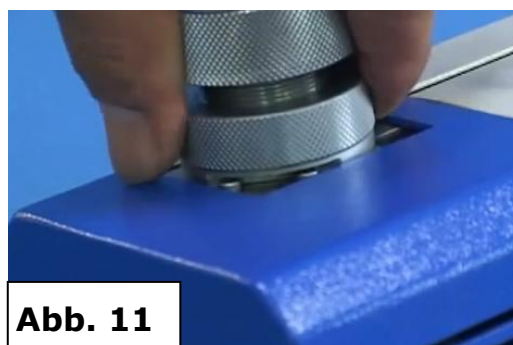

Abb. 11
- Spannfutter in Schleifführung Freifläche (5) einsetzen. Führungskante richtig in Führung setzen. (Abb. 11)